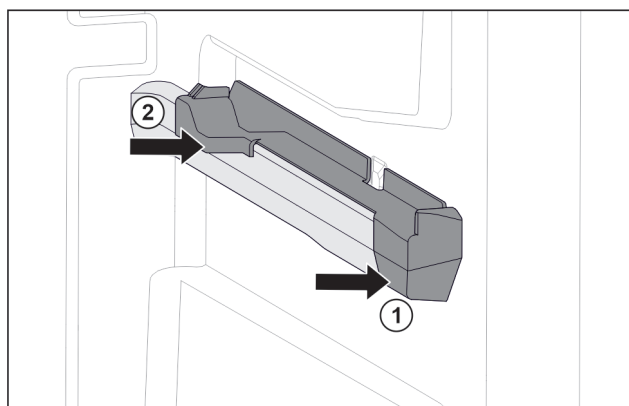

Fig. 75 Élément emboîtable sur la nervure de récipient droite
- Poser le devant de l'élément emboîtable contre la nervure de récipient. Fig. 75 (1)
- Enfoncer l'arrière de l'élément emboîtable. Fig. 75 (2)